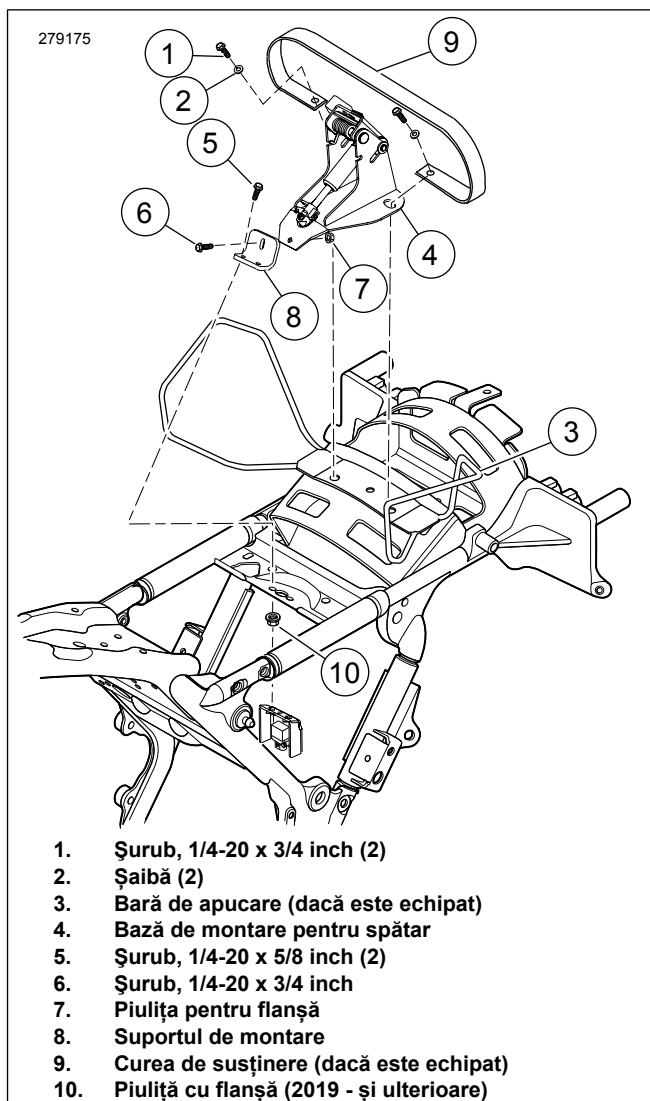

Figura 3. Instalare baza de montare pentru spătar
3. Figura 3 Montați suportul de montare (8) pe baza de montare (4) cu șurub (6) și piulița cu flanșă (7). Strângeți șurubul.
4. Figura 3 Instalați suportul de montare frontal (8).